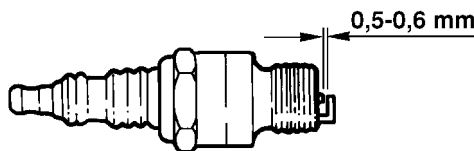

Fig. 26
- Regular la distancia del electrodo a 0,5 - 0,6 mm (Fig. 26), con una galga de espesores (no efectuarlo a ojo).